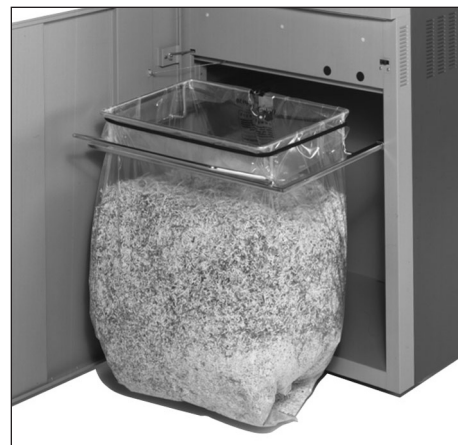

Рис. 4
- 8 = световой затвор (прямой ход) (рис. 4)**
ОПОРОЖНЕНИЕ ПРИЕМНОГО МЕШКА (Рис. 4):